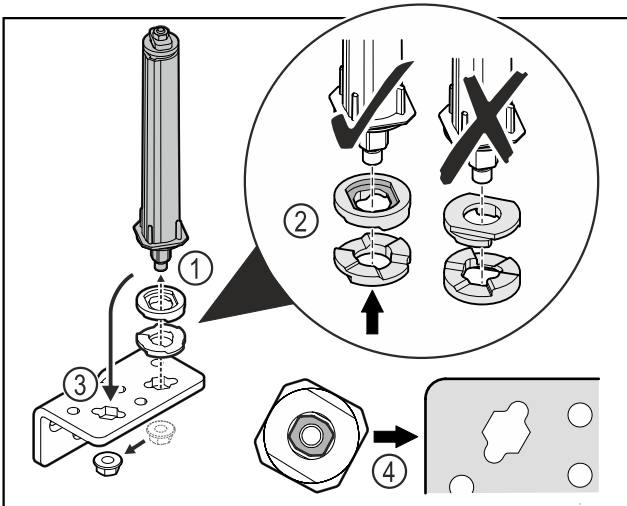

Fig. 40
- ▶ 松开螺母, 并移除关门系统 Fig. 40 (1)。
- ▶ 确保高度调整垫片正确对齐 Fig. 40 (2)。
- ▶ 调换合页角铁中的关门系统并用螺母固定 Fig. 40 (3)。
- ▶ 装入时, 确保关门系统正确对齐 Fig. 40 (4)。